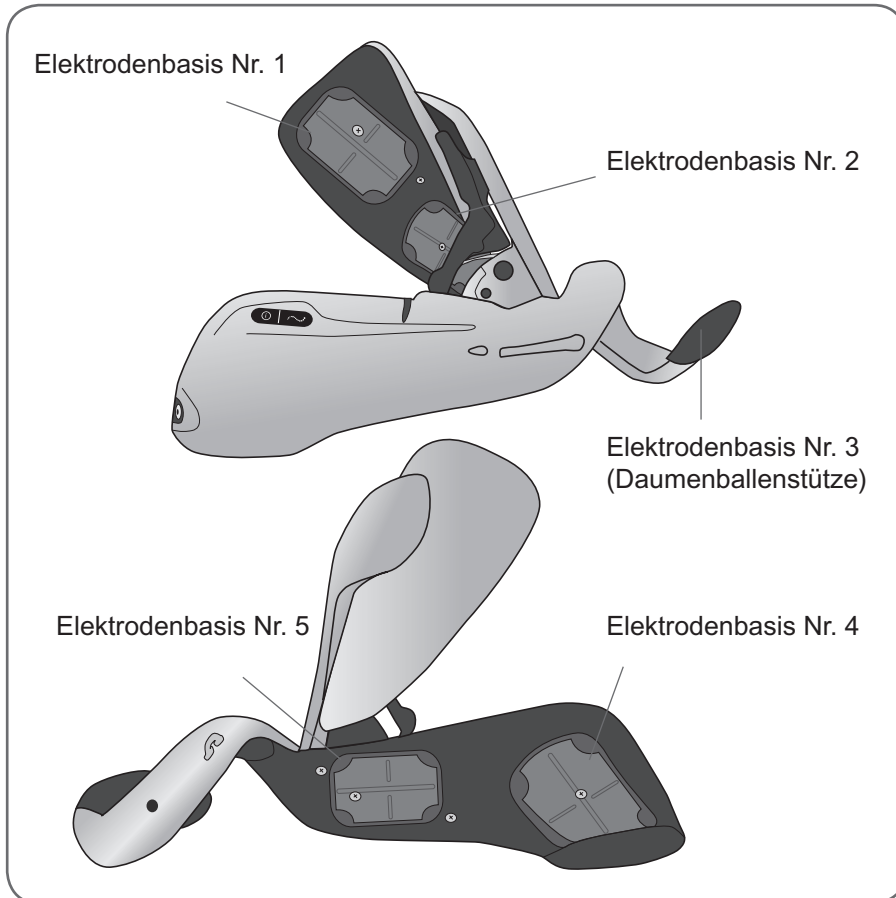

Abbildung 8-6: Elektrodenbasen Nr. 1 bis 5
5. Bringen Sie die Gewebeelectroden an den dafür vorgesehenen Elektrodenbasen an (siehe Abbildung 8-6).